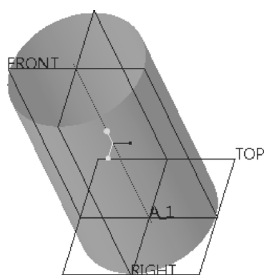

图 7-24 原始模型
1) 在“快速访问”工具栏中单击（打开）按钮，系统弹出“文件打开”对话框，从随书配套的“CH7”文件夹中选择“bc_7_zys.prt”文件，单击“文件打开”对话框中的“打开”按钮，该文件中的原始模型是一个拉伸曲面特征，如图 7-24 所示。